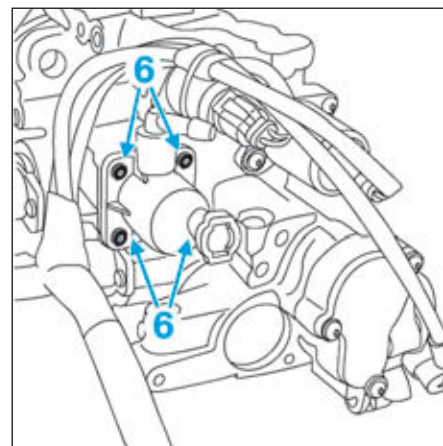

FIG.10
- Déposer les quatre vis (6) (Fig.10) du cylindre émetteur.